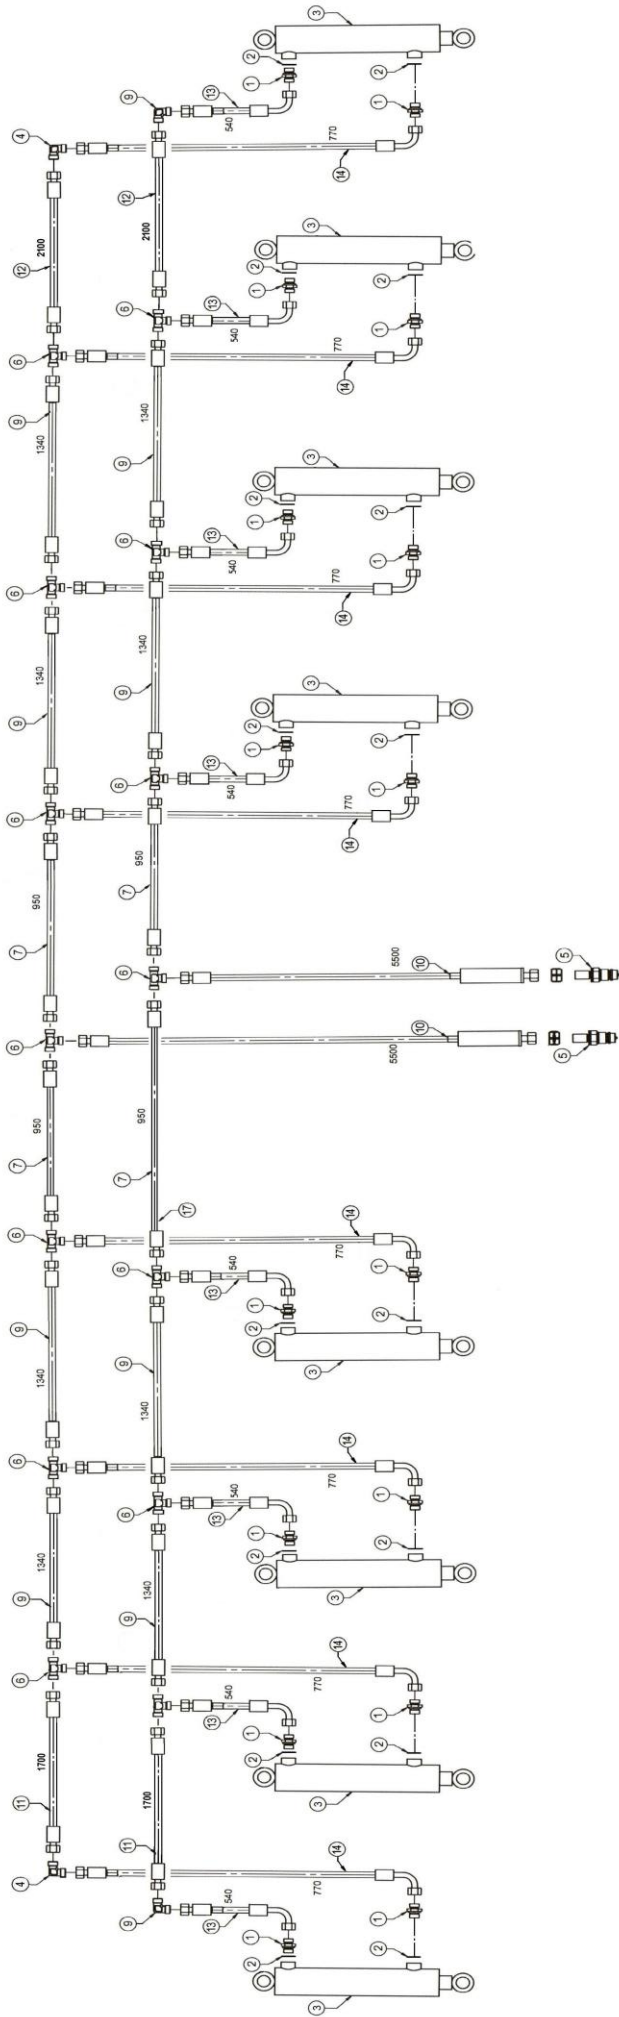

Рисунок 19 - Схема гидравлическая выравнивателей культиватора КПУ-12
*Третий контур* (рисунок 19, таблица 22): Гидросистема подъема и опускания выравнивателей служит для подъема и опускания выравнивателей.